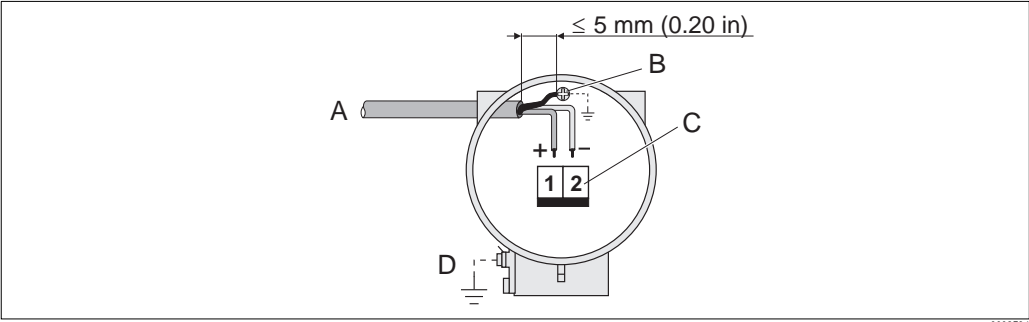

Abb. 15: Anschließen des Messumformers
8. Kabelschirm an der Erdungsklemme (g, siehe auch Abb. 15, B) befestigen.
7. Kabelschirm an der Erdungsklemme (e, siehe auch Abb. 15, B) befestigen. Der Kabelschirm darf dabei, zwischen dem abisolierten PROFIBUS-Kabel und der Erdungsklemme, eine Länge von 5 mm (0.2") nicht überschreiten.